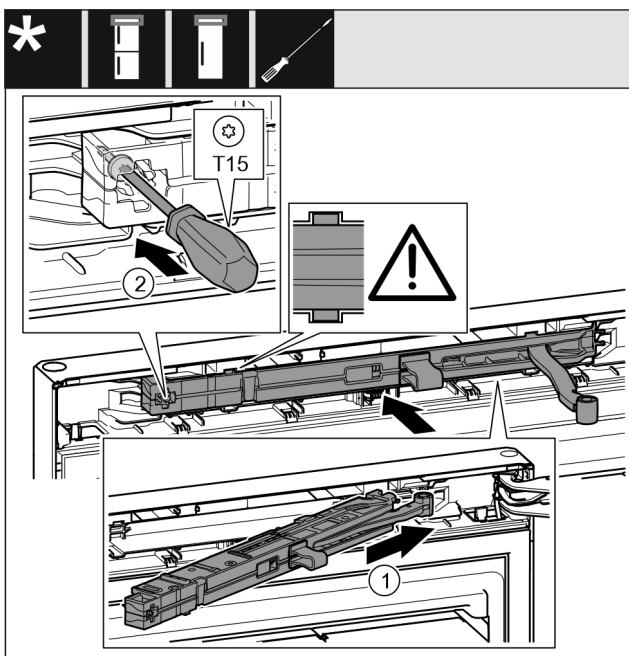

Fig. 22
- ▶ Schließdämpfereinheit Fig. 22 (1) auf der Lagerbockseite bis zum Anschlag schräg in die Aussparung einschieben.
- ▶ Schraube Fig. 22 (2) mit einem Schraubendreher festschrauben.